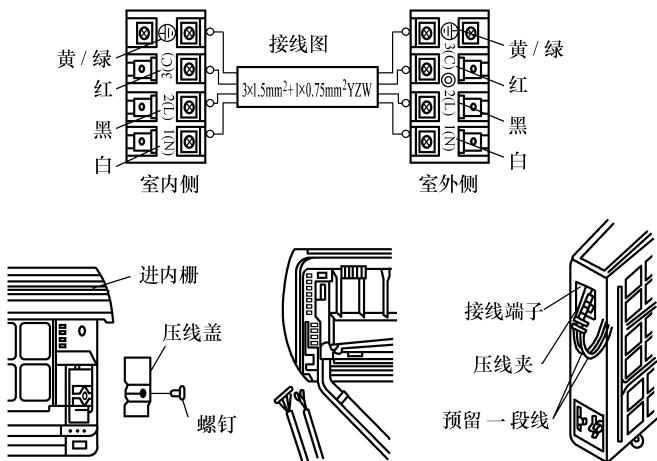

图 5-19 室内、外机接线
④ 加长电源线。电源线加长必须使用整根电源线，不得接驳。弱电信号线加长时接线必须错开 100mm，并焊牢。
2) 室内、外机接线。如图 5-19 所示，布置好连机线，分为以下几个步骤：